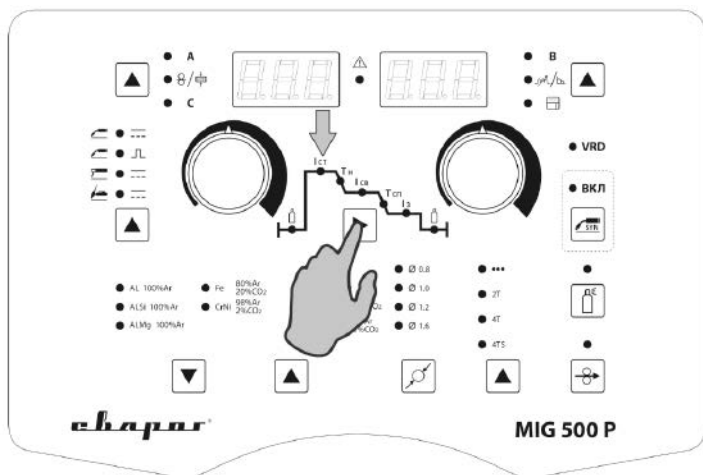
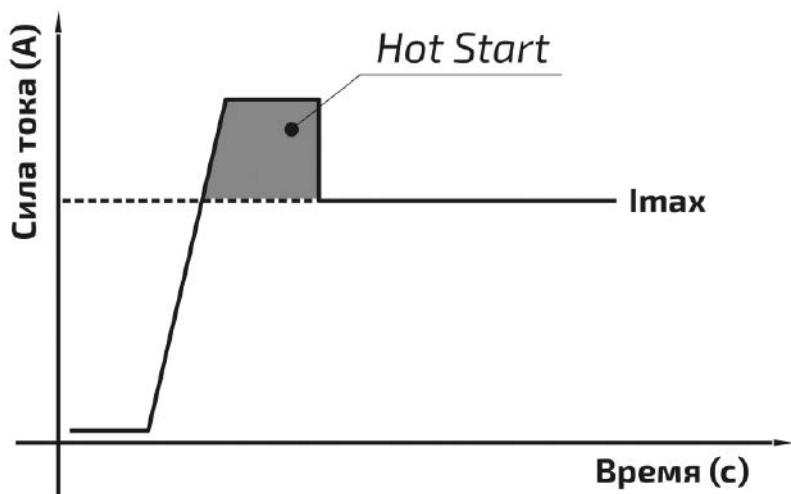

Рис. 10.1.3. Настройка Hot Start.
Рис. 11.1.1. Hot Start.
3. Установите значение Hot Start (см. рис. 10.1.3). Выбирается для лучшего поджига дуги в начале сварки (см. рис. 11.1.1). Значение силы тока Hot Start выбирается на циклограмме. С помощью кнопки (см. табл. 7.2.1, поз. 8) выберите параметр (см. табл. 7.2.1, поз. 2). Регулятором выставьте значение Hot Start на 20% больше от основного тока (см. табл. 7.0.2, поз. 2).
Hot Start: для обеспечения лучшего поджига дуги в начале сварки инвертор автоматически повышает сварочный ток. Это позволяет значительно облегчить начало сварочного процесса (см. рис. 11.1.1).